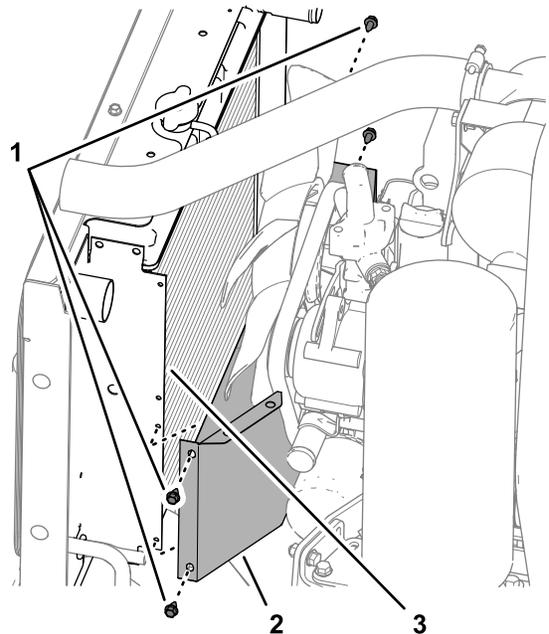

Figura 19
2. Retire os quatro parafusos de cabeça flangeada (¼ pol. x ½ pol.) que prendem o revestimento da ventoinha inferior à flange do radiador e retire o revestimento da máquina (Figura 19).